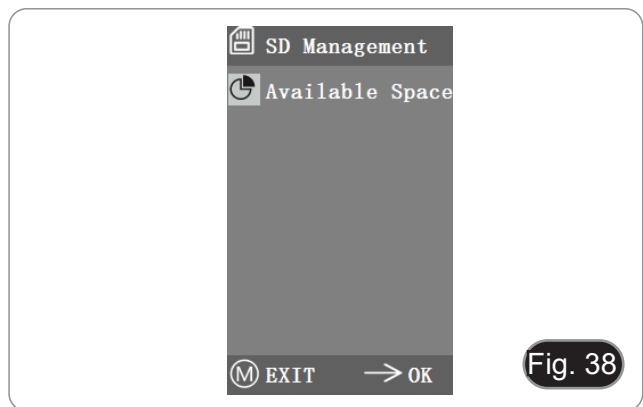

Fig. 38
1. Nach dem Einlegen der SD-Karte werden der verbleibende Speicherplatz und der Gesamtspeicherplatz der SD-Karte unter "Available Space"" angezeigt. (Fig. 38)